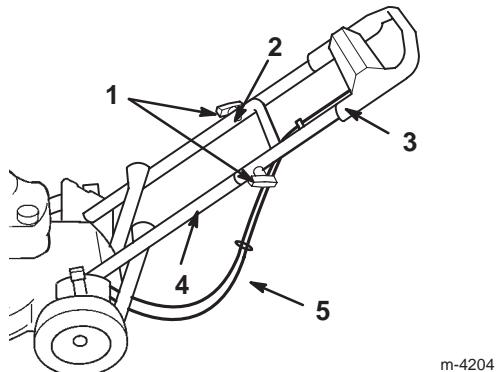

Figura 3
- Verificate che i cavi siano infilati sotto la stegola inferiore e dietro di essa, come riportato nella Figura 3.